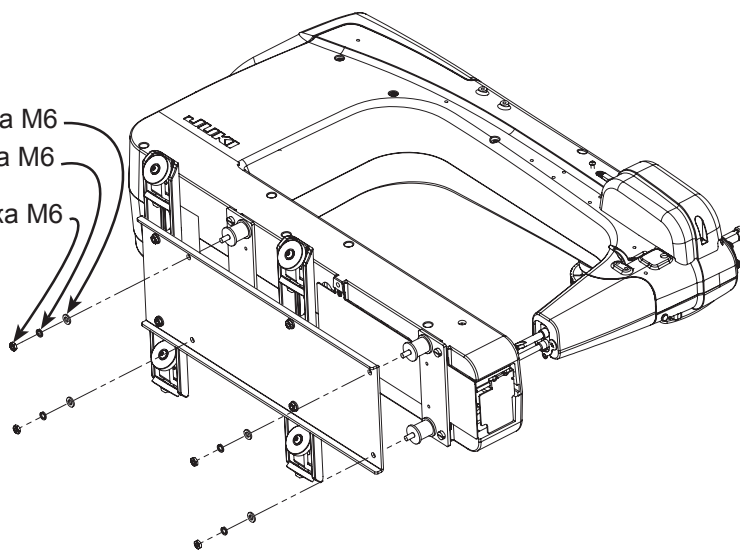

Рис. 5-4
5-4: Закрепите амортизационную пластину машины и ролики к вашему устройству Juki Quilt Virtuoso Pro, установив резьбовые шпильки резиновых демпферов в отверстия амортизационной пластины, как показано на Рис. 5-4. Наденьте (1) шайбы M6, (1) стопорные шайбы M6 и (1) контргайки M6 на каждую резьбовую шпильку и затяните с помощью ключа M10.